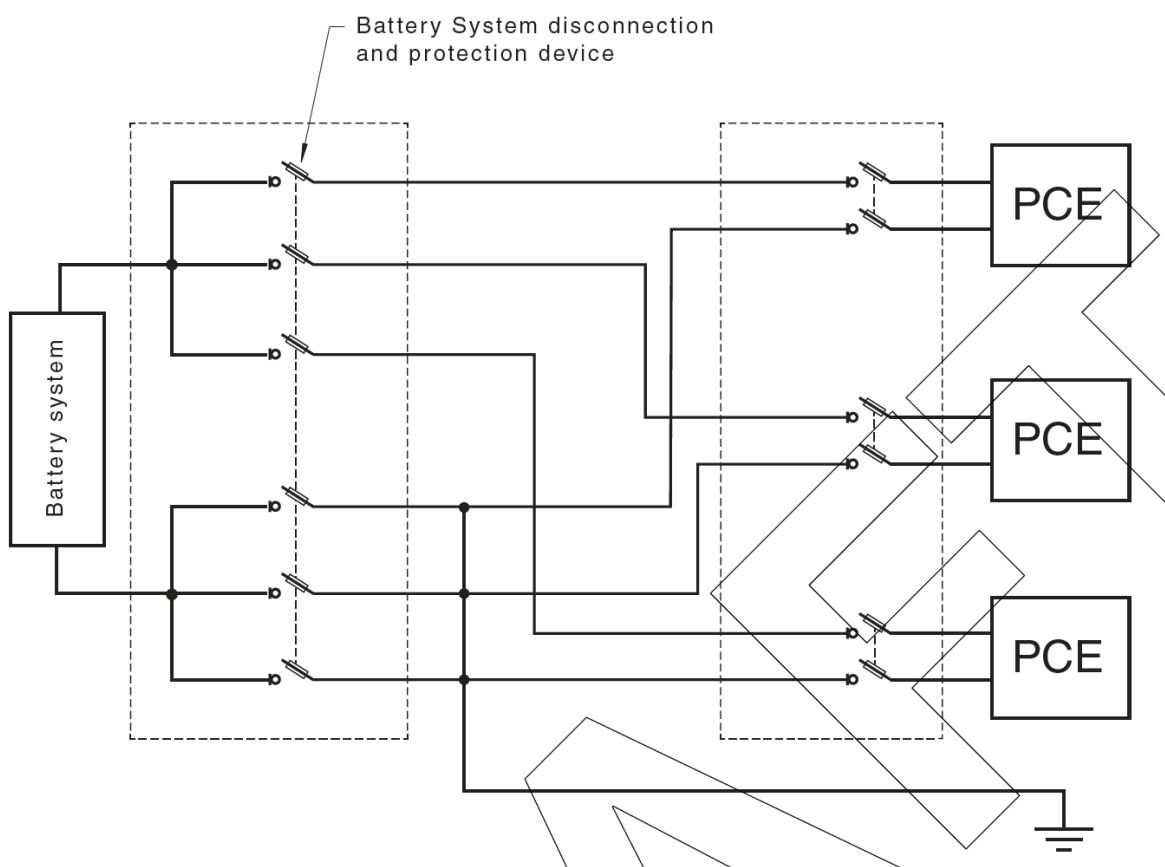

Figure 1 ระบบแบตเตอรี่เดี่ยวและ PCE หลายชุดเชื่อมต่อสายดินเข้ากับระบบดิน (Earthing System)
- ถ้า PCS เป็นประเภทแยกจากกริด (Separated) อาจมีหรือไม่มีสายดินก็ได้ ถ้ามีควรต่อตาม Figure 1
- หากมีการต่อสายดิน จุดเชื่อมต่อสายดินควรอยู่ฝั่ง PCS เมื่อมองจากอุปกรณ์ป้องกัน (ดู Figure 1)